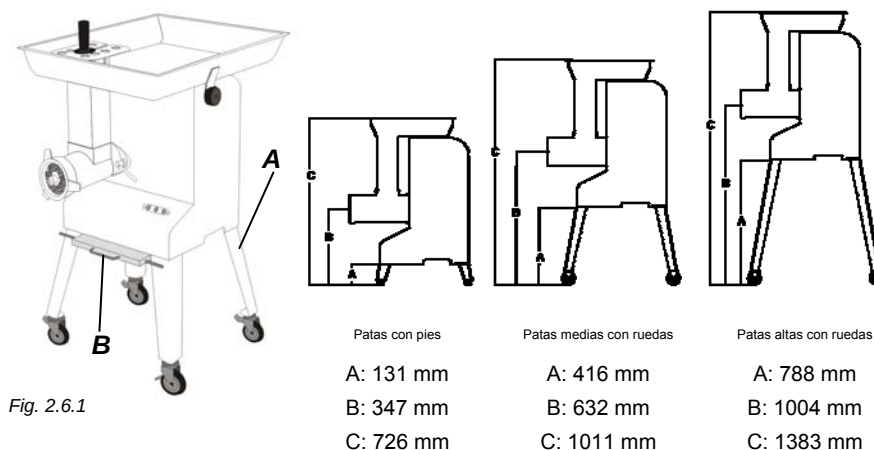

Fig. 2.6.1
2.6.1 Accesorio cavallette con ruedas (A fig. 2.6.1)
2.6.2 Accesorio bandeja de polietileno (B fig.2.6.1)